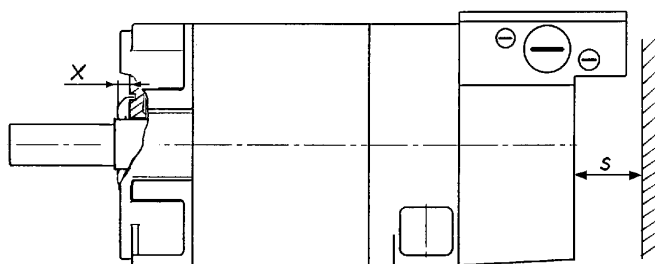

Fig. 4 Distancia mínima
- I motori vanno installati in modo da non ostacolare la circolazione dell'aria di raffreddamento in entrata e uscita. Deve essere rispettata la distanza minima s tra i componenti della macchina e le fessure di entrata e uscita dell'aria (fig. 4)! Non è consentito riaspirare l'aria calda di scarico.